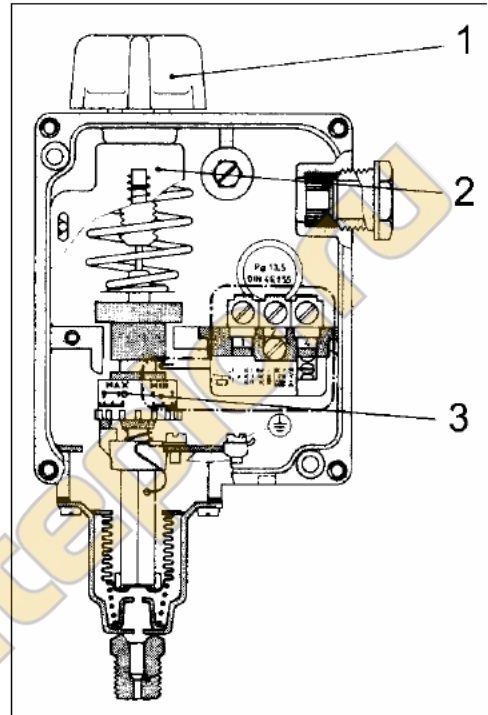

Рис. 9
- Калибровка реле давления (Рис. 9)
- Вращайте регулятор (1) пока указатель (2) не достигнет значения давления, с которого начинает работать горелка;